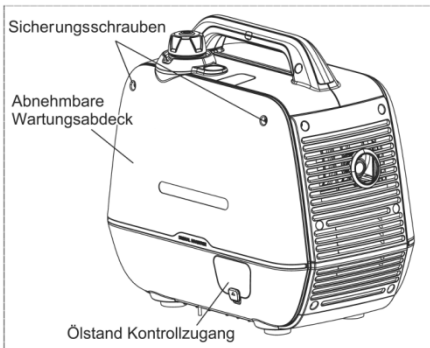

Fig. 14A
1. Lösen Sie die Sicherungsschrauben der Abdeckung und entfernen Sie die Wartungsabdeckung. (Fig. 14A)